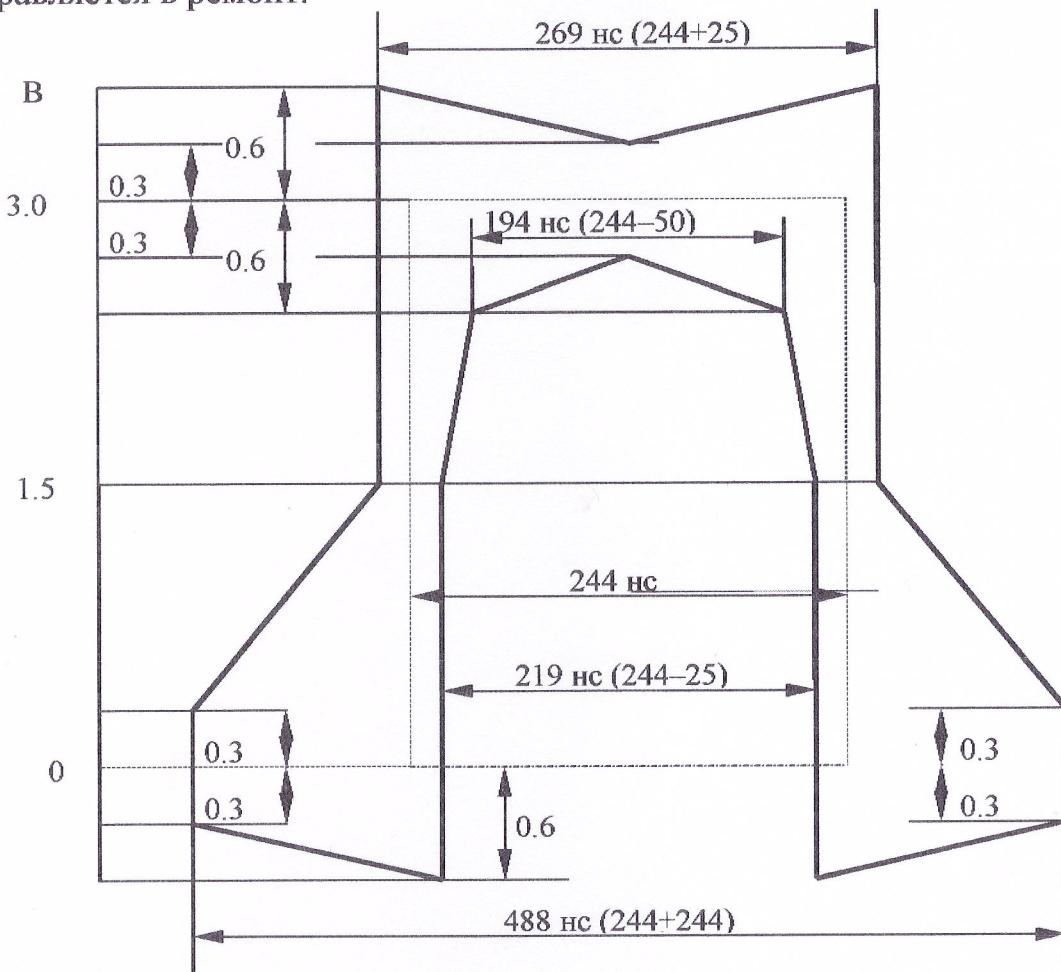

Рис.6. Мaska формы импульса на симметричном выходе анализатора (2048 кбит/с).
8.3.4.4. Сравните форму сигнала со специальной маской (рис.6 и 7).